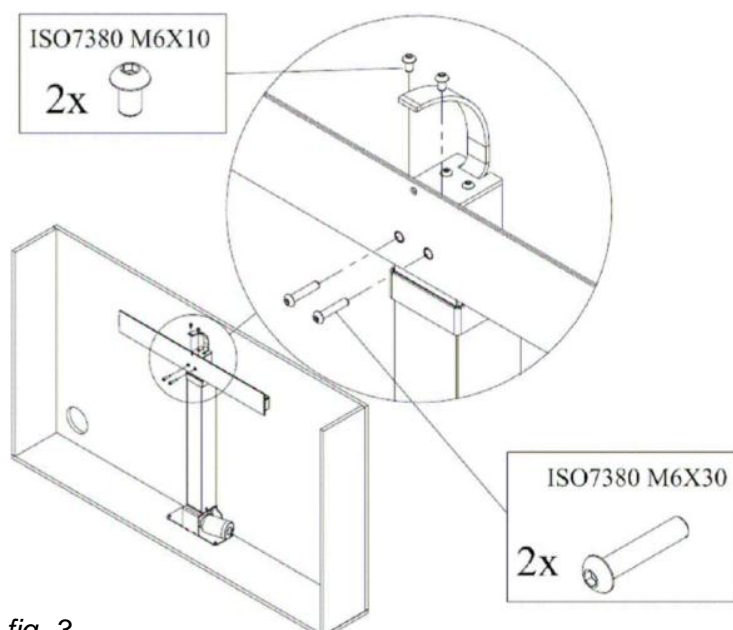

fig. 3
85. Utilice los tornillos adjuntos para montar la viga horizontal en la columna (fig. 3)